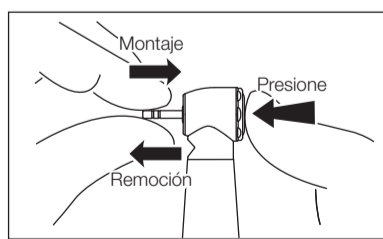

Fig. 3
- 2) Oprima el botón Ultra Push e introduzca la fresa profundamente dentro del mandril (Fig. 3). Después de haber sido colocada la fresa, verifique si está adecuadamente colocada, jalando de la misma.